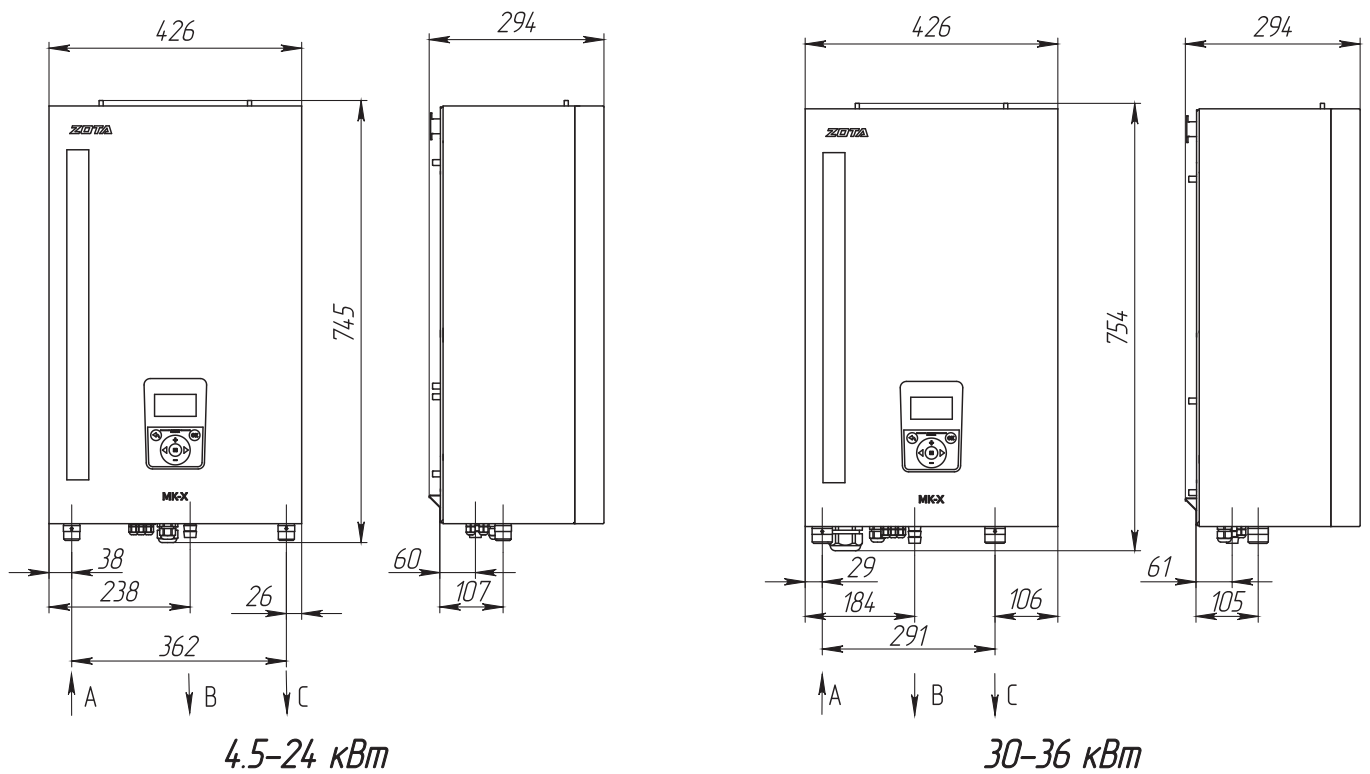

Рис. 10 Габаритные размеры ZOTA МК-Х 4,5-36
- Подсоединить котел к системе отопления. Габаритные и присоединительные размеры котлов указаны на **Рис. 10**;